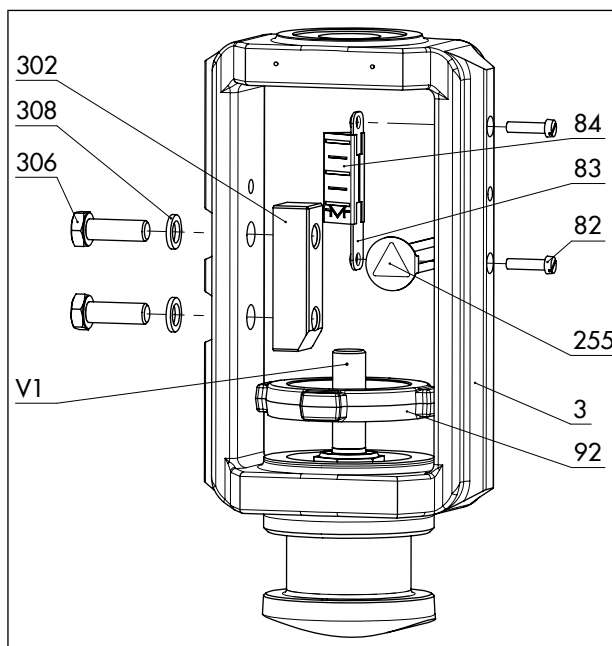
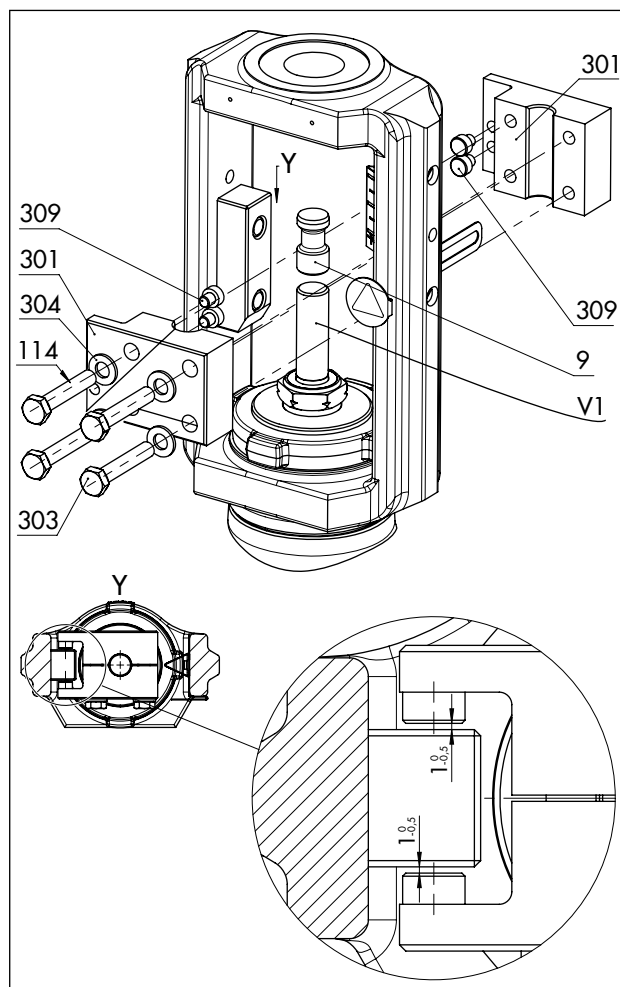

Рис. 16: Обзор монтажа узла «Рама с индикатором хода» в специальном исполнении
Рис. 17: Обзор монтажа узла «Устройство защиты от проворачивания» в специальном исполнении
См. Рис. 16 и Рис. 17
- Между скользящими шайбами и их опорными поверхностями на раме имеется номинальный зазор от 0,5 до 1 мм с каждой стороны (см. деталь Y на Рис. 17).